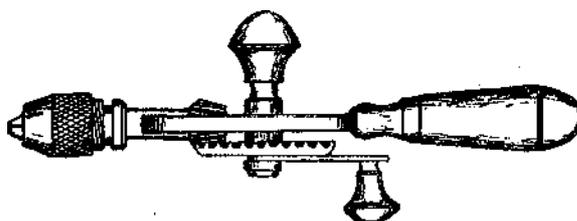

Fig. 23
*Maquininha de furar* (Fig. 23). — Instrumento em que se prendem broquinhas com que se fazem furos pequenos.